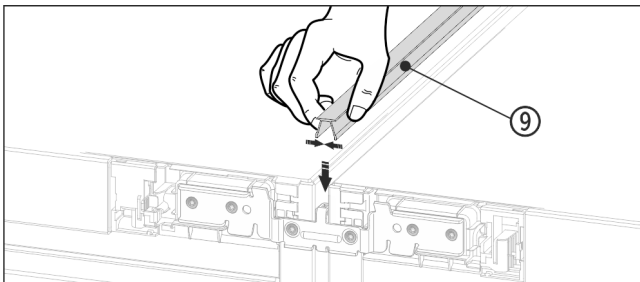

Fig. 20
- Paina yläpuolella lyhyt suojalista Fig. 20 (9) vaakasuoraan rakoon.